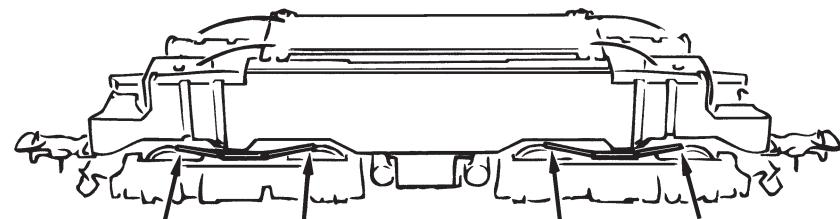

Fig. 9
**4. Remplacement des balais du moteur:** Démontez la caisse (fig. 3). Démontez ensuite le moteur et échangez le balais (fig. 9).